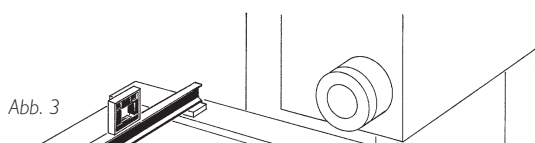

Abb. 3
3) Nach dem Aufspachteln des Gleitbelages auf die Flächen a und b wird der Bettschlitten umgedreht, auf die Bettführungen langsam und möglichst parallel aufgelegt und in Längs- und Querrichtung nach Maßgabe von Wasserwaagen (Abb. 3) z. B. mit Richtschrauben in den Gewinde-
3) Nach dem Aufspachteln des Gleitbelages auf die Flächen a und b wird der Bettschlitten umgedreht, auf die Bettführungen langsam und möglichst parallel aufgelegt und in Längs- und Querrichtung nach Maßgabe von Wasserwaagen (Abb. 3) z. B. mit Richtschrauben in den Gewindebohrungen für die Deckleisten exakt ausgerichtet.